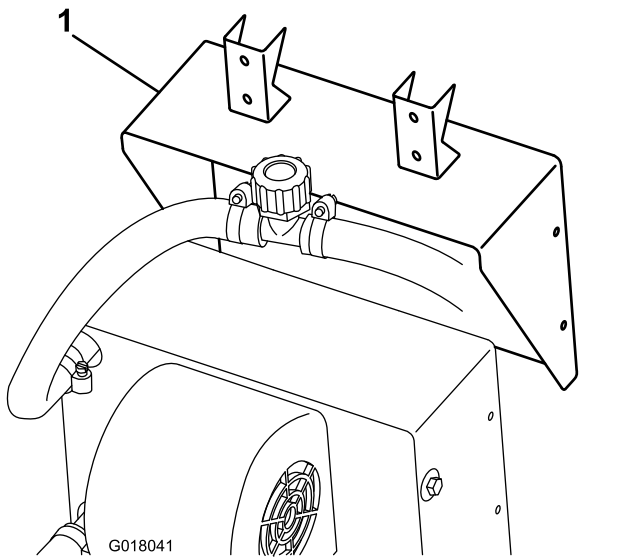

Figura 3
1. Sujete el soporte al calentador usando los tornillos suministrados con el calentador (Figura 3).